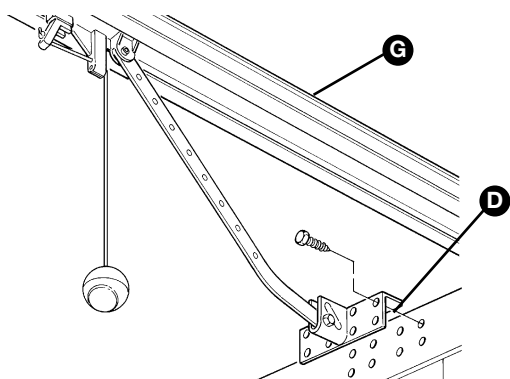

Figura 32
**8** Desplace el carro hasta colocar el estribo de enganche de la hoja [D] de la Figura 32 en el borde superior de la puerta, exactamente perpendicular a la guía [G].